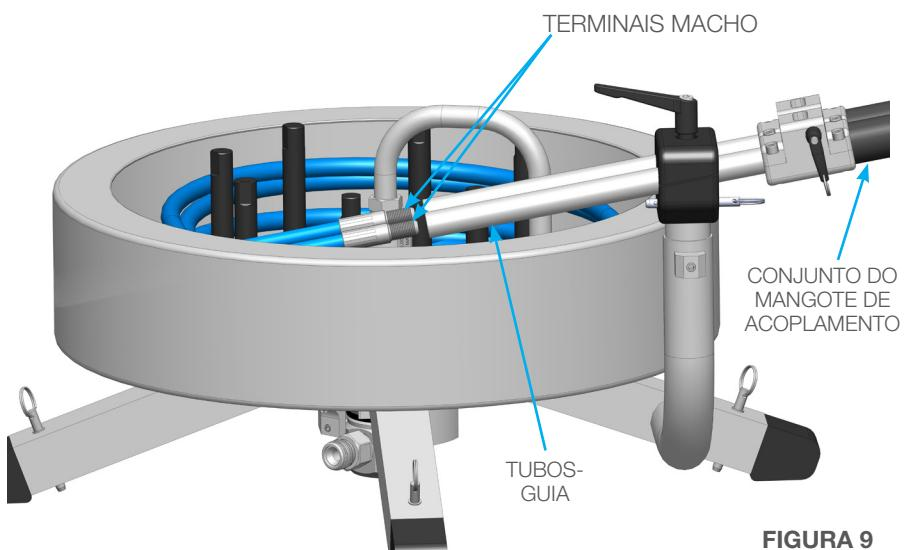

FIGURA 9
1. Introduza as lâncias nos Tubos-Guia e no Mangote de Acoplamento. (**Figura 9**)